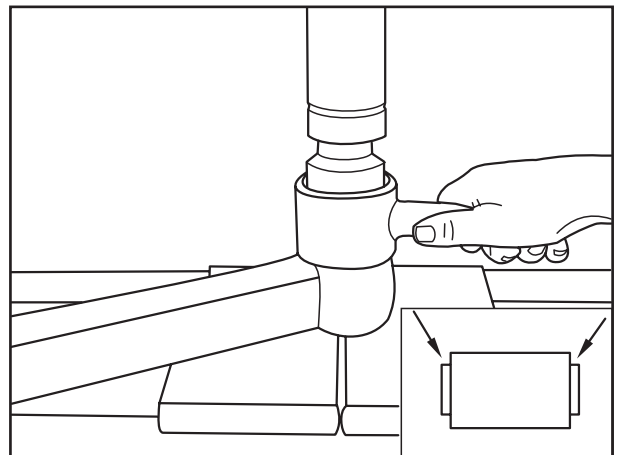

Fig. 12
- [22] Buchse mit passender Druckhülse (Fig. 12) so weit eindrücken, dass nach dem Eindrücken auf beiden Seiten ein gleicher Überstand vorhanden ist (Fig. 12/Pfeile).
- [22] Press in bush with appropriate pressure sleeve (Fig. 12) until the projecting end is the same on both sides (Fig. 12/arrows).
- [22] Enfoncer la douille avec un manchon de pression approprié (fig. 12) suffisamment loin pour obtenir des saillies égales sur les deux côtés après l'enfoncement (fig. 12/flèche).
- Es muss auf beiden Seiten ein gleicher Überstand vorhanden sein (Fig. 12/Pfeile).
- The projection on both sides must be the same (Fig. 12/arrows).
- Le dépassement doit être le même sur les deux côtés (fig. 12/flèches).